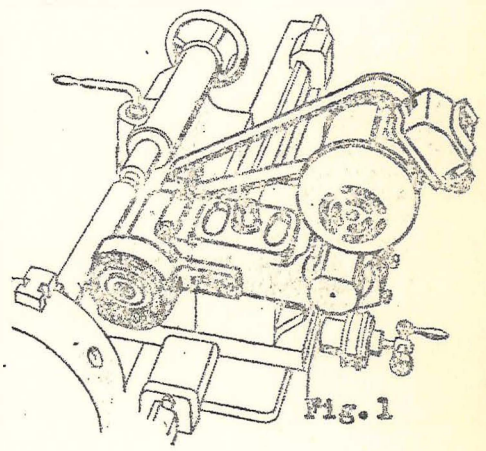

Fig. 1
- Para las operaciones de rectificado existen máquinas apropiadas, cuyo manejo estudiaremos en otros cursos. No obstante en el torno se suele ejecutar la rectificación, es especial tratándose de ejes, cilindros etc. . Para esta operación es necesario un aparato propio que se monta sobre el carro superior del torno. (Fig. 1).